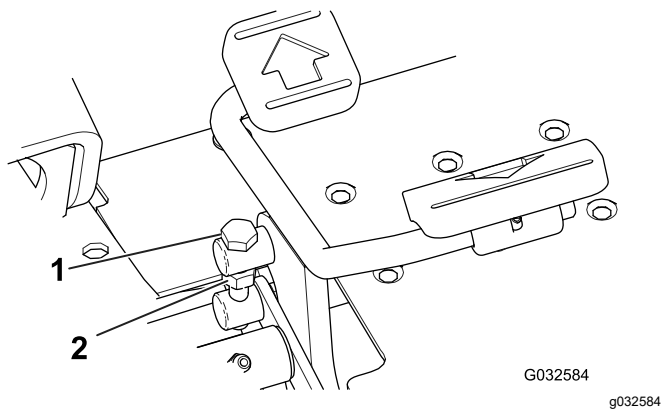

図 48
1. 走行ペダルの側面についているトラニオンボルトのジャムナットをゆるめる図 48。